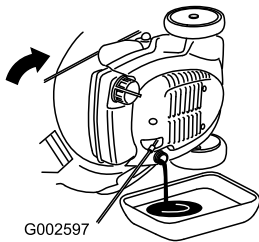

Figure 32
3. Inclinez la tondeuse sur le côté **droit** pour vidanger l'huile usagée par le goulot de remplissage (Figure 32).